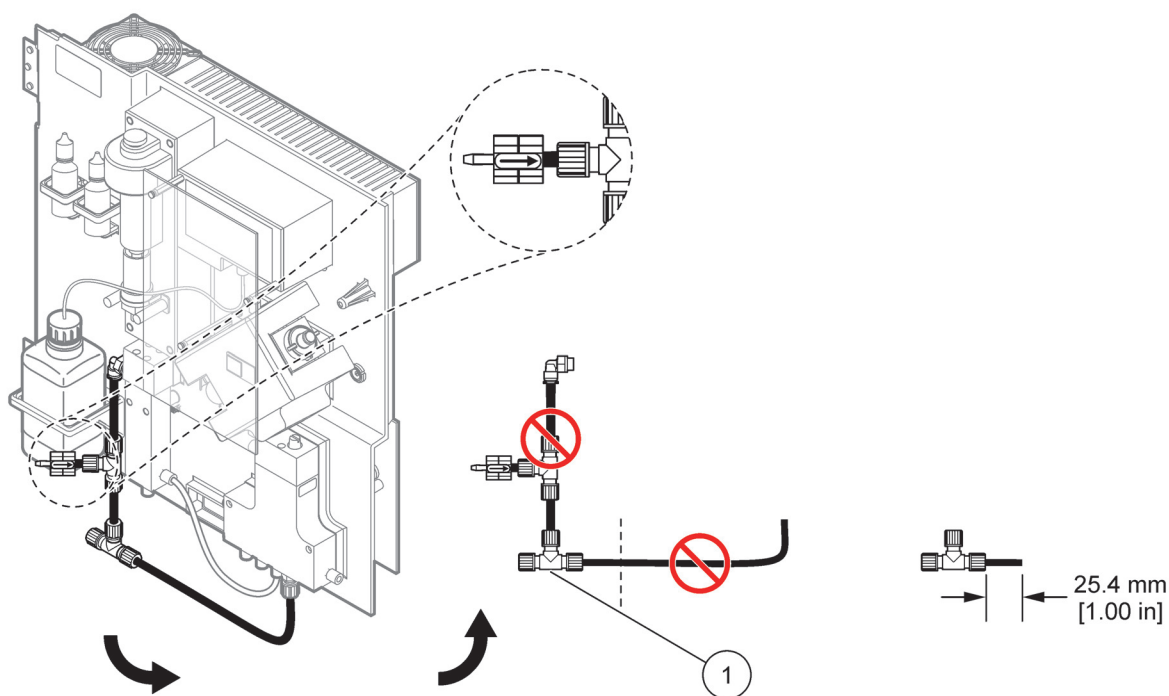

Рисунок 28 Удаление Т-образного фитинга
Т-образный фитинг используется для присоединения дренажной трубки. Чтобы снять Т-образный фитинг обратитесь к Рисунок 28 и следующей процедуре:
- e. Отрежьте отрезок размером 25 мм от дренажной трубки, которая была извлечена из анализатора 1. Присоедините 25-мм трубку к Т-образному фитингу на анализаторе 2. Присоедините другой конец трубки к Т-образному фитингу, который был извлечен из анализатора 1. Для извлечения Т-образного фитинга смотрите Рисунок 28 на стр. 87.